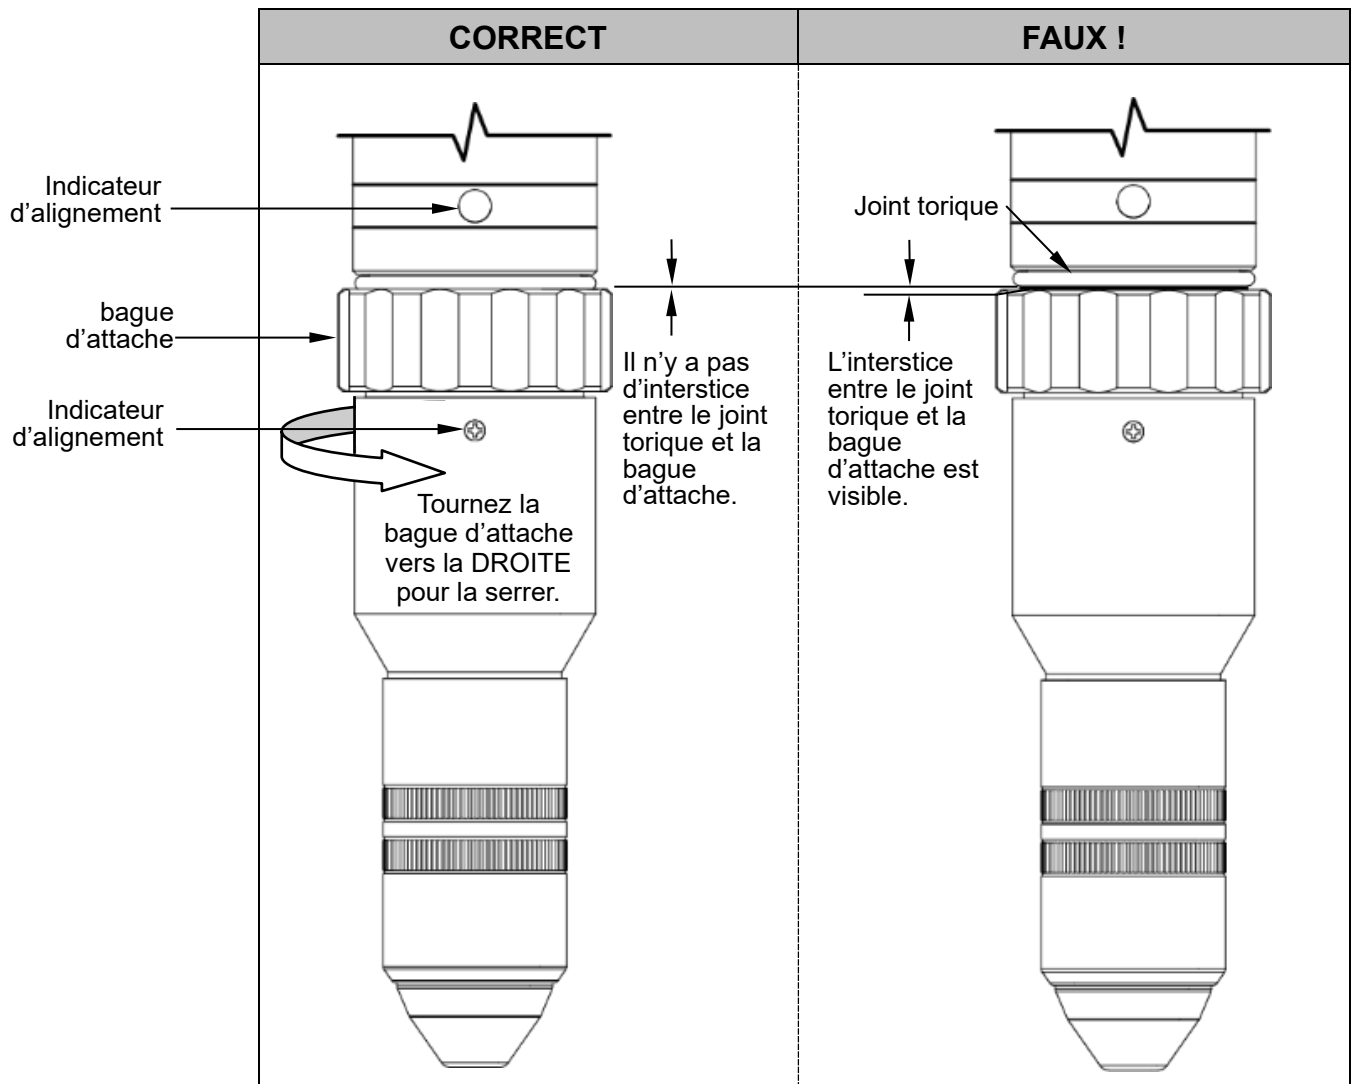

Figure 18 : Installation de torche à déconnexion rapide
- 5) Continuez de serrer la bague d'attache jusqu'à ce qu'elle s'arrête. Il ne doit pas y avoir d'interstice entre la bague d'attache et le joint torique sur le support de torche. Du lubrifiant pour joint torique ne doit pas être appliqué sur ce joint torique, parce qu'il ne s'agit pas d'un sceau, il indique seulement l'installation correcte. Voir Figure 18.